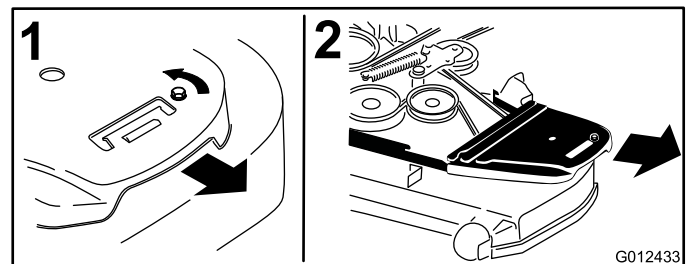

Figura 79
4. Retire las cubiertas de las correas y los pernos que están sujetos a las mismas (Figura 79).